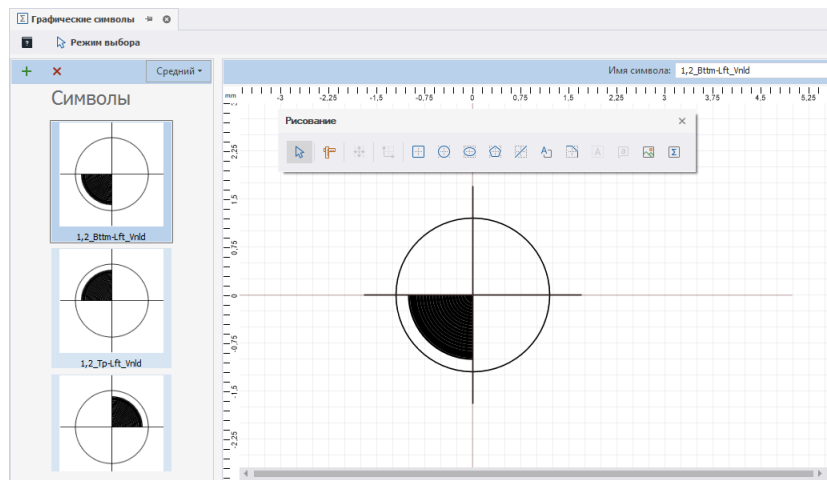

Рис. 353 Редактирование системного символа
- выберите символ из списка, расположенного в левой части окна редактора. Символ будет отображен в рабочей области окна, см. Рис. 353.